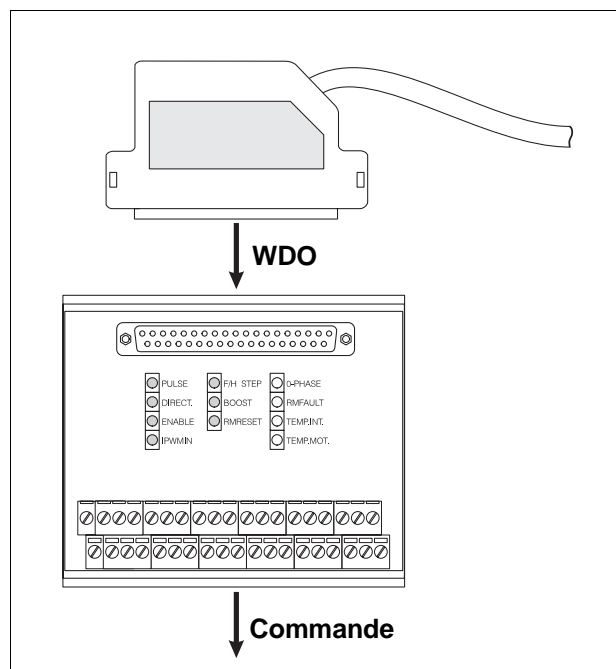

Figure 6-4 Mise en service de l'adaptateur de bornes D 732
2. Raccorder l'adaptateur de bornes D 732 à l'appareil WDO au moyen du câble, voir figure 6-4.